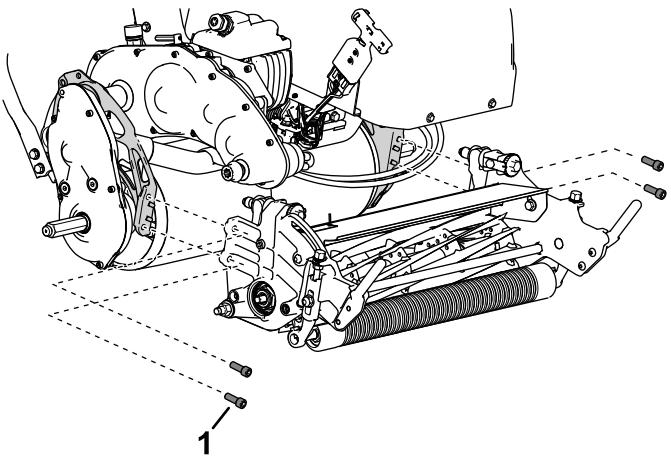

Figura 41
5. Utilize quatro parafusos de cabeça sextavada interior para prender a unidade de corte à estrutura (Figura 41).